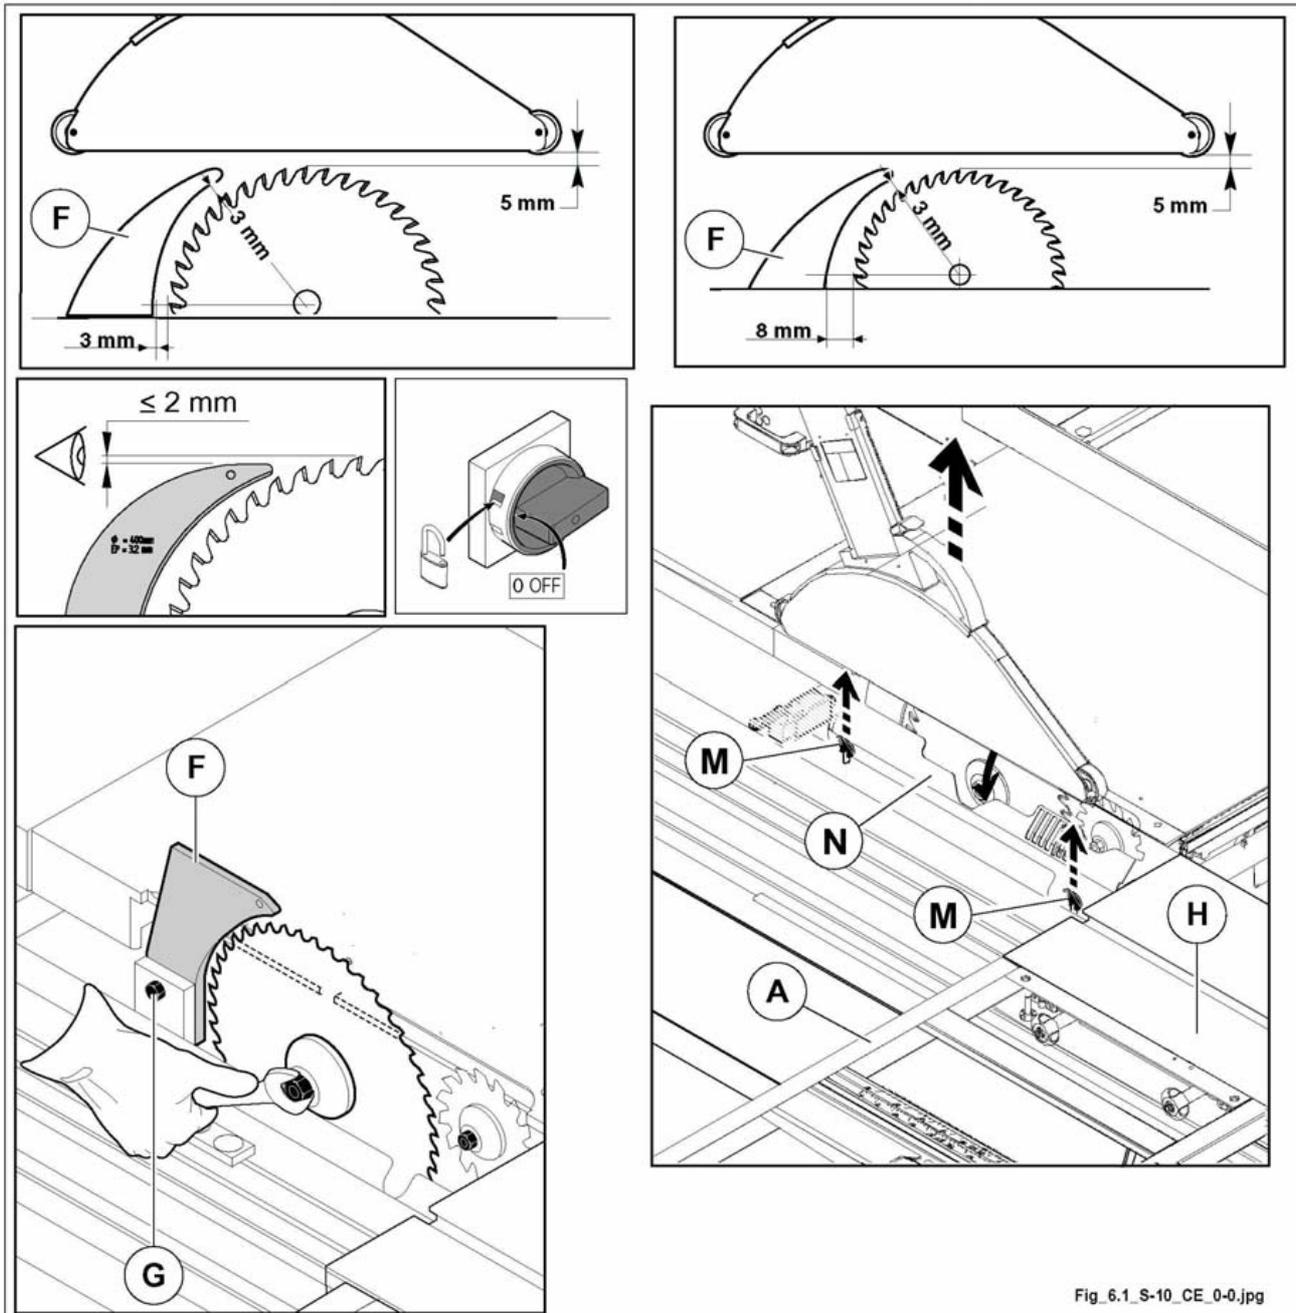

Abb. 6.1
- 2) Positionieren Sie den Winkelrahmen (A Abb. 6.1) wie in der Abbildung gezeigt wird und schieben Sie den Wagonschlitten (H Abb. 6.1) ganz nach rechts.
- 3) Heben Sie der Hebel (M Abb. 6.1) an und öffnen Sie die Schutzvorrichtung (N Abb. 6.1).
- 4) Die Höheneinstellung des Zerteilmessers (F Abb. 6.1) durch lockern der Mutterschraube (G Abb. 6.1) einstellen.